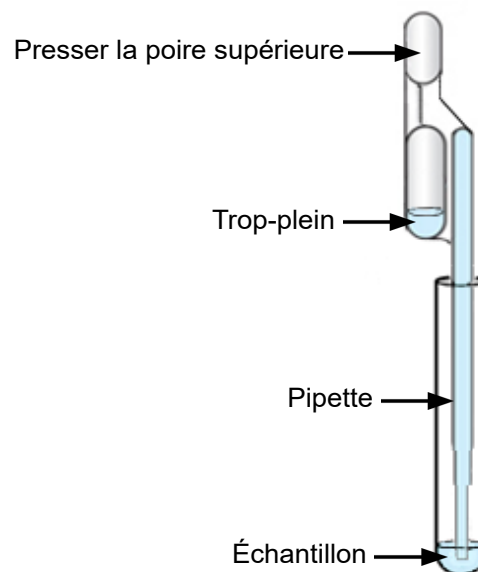

Figure 3. Pipette de transfert
1. Presser **complètement** la poire supérieure de la pipette de transfert et placer l'extrémité de la pipette dans le tube de milieu de transport ESwab contenant l'échantillon du patient (voir Figure 3).
3. Pour transférer l'échantillon du patient dans la cartouche, presser complètement la poire supérieure de la pipette de transfert de nouveau pour vider le contenu de la pipette dans la grande ouverture (Chambre à échantillon) de la cartouche montrée dans la Figure 4. Il est normal de laisser un excès d'échantillon dans le réservoir de trop-plein de la pipette (Figure 3).
Les résultats sont interprétés automatiquement par le système GeneXpert et sont présentés dans la fenêtre **Afficher les résultats (View Results)**. Tous les résultats et interprétations possibles sont indiqués dans les Figures 3 à 8 et dans le Tableau 2.